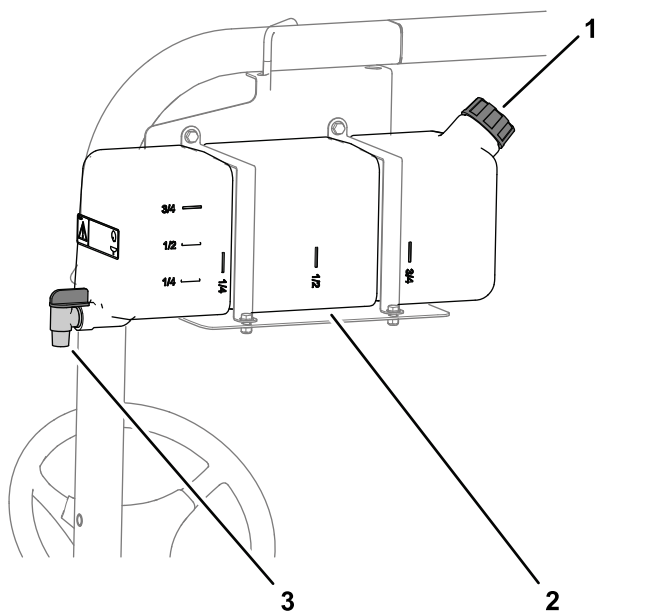

Bild 18
- Schrauben Sie zum Füllen des Behälters den Deckel oben am Behälter ab, füllen Sie den Behälter mit frischem Wasser und schrauben den Deckel auf (Bild 18).
- Drehen Sie zum Öffnen des Hahns am Frischwasserbehälter den Hebel am Hahn (Bild 18).